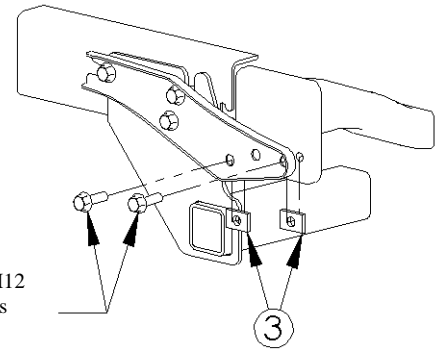

Figura 4
5. Tenga cuidado de apoyar el parachoques en su lugar durante este paso. Quite los dos pernos (2) hexagonales con arandela existentes de un costado del soporte del parachoques y la estructura del parachoques como se muestra en la Figura 4.
6. Inserte dos (2) espaciadores entre el soporte del parachoques y el costado de la estructura del parachoques como se muestra en la Figura 4. Vuelva a insertar los pernos hexagonales con arandela en el soporte del parachoques, los orificios en los espaciadores, y los orificios en el costado de la estructura del parachoques. Apriete los pernos a mano.